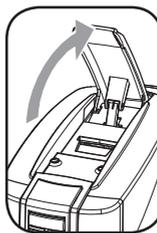

Fig.1
- 2- Ridicați maneta de deschidere a compartimentului pentru capsule (Fig.1).